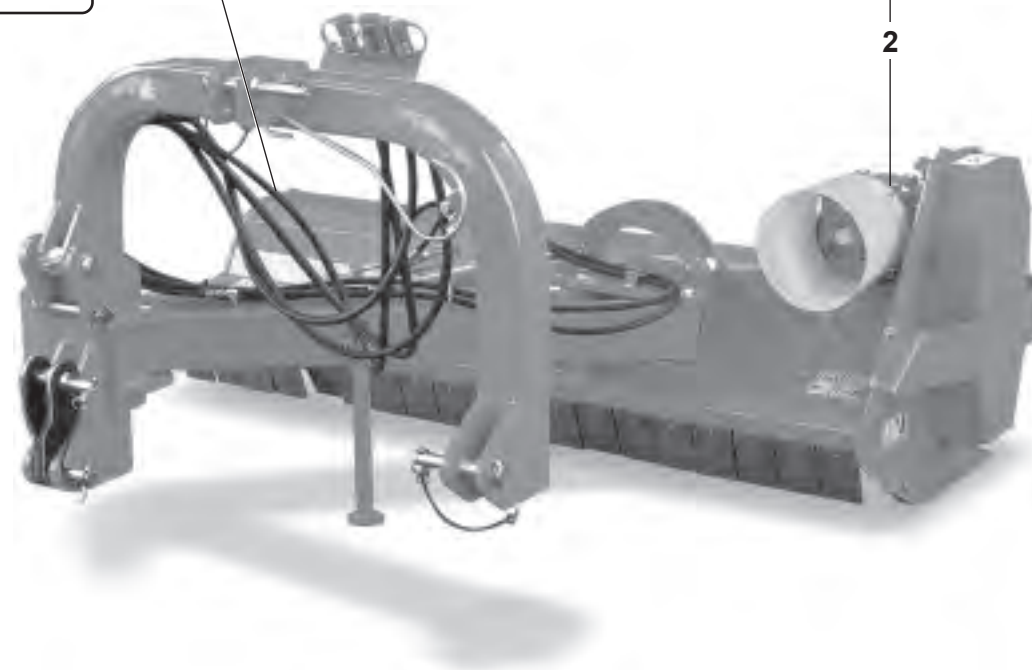

Fig. 34
- Kontrollera oljenivån i rotordrivningen, fyll om nödvändigt på upp till markeringen (5 Fig. 34).
- Byt olja på rotordrivningen. Tappa ut via oljeavtappningen på drivningens undersida (4 Fig. 34).